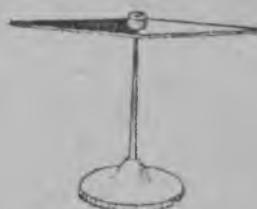

Рис. 69. Магнитной стрелка.
61. Магнитной стрелка. Магничивайчемма стальнойн стрелкан и азетамма сен подставкан остряял (рис. 69). Магничивайду стрелка остряиц тайл үйндуу и азеттуу муга, что үкси сен полюсойс приблизительно озуттуа северуа, тойне — югуа. Обозначайчемма северах пай үйндуунүйн полюсан клейтүл бумуагал и үйннаммэ сен муга, чтобы северной полюса озуттайс югах пай. Куй мүө ни эммэ оппийс мунттуа стрелкан положениэда, лоппуен лопукси үкси кай се үйндуу муга, что обозначайду полюса озуттай северуа, а тойне полюса — югуа.